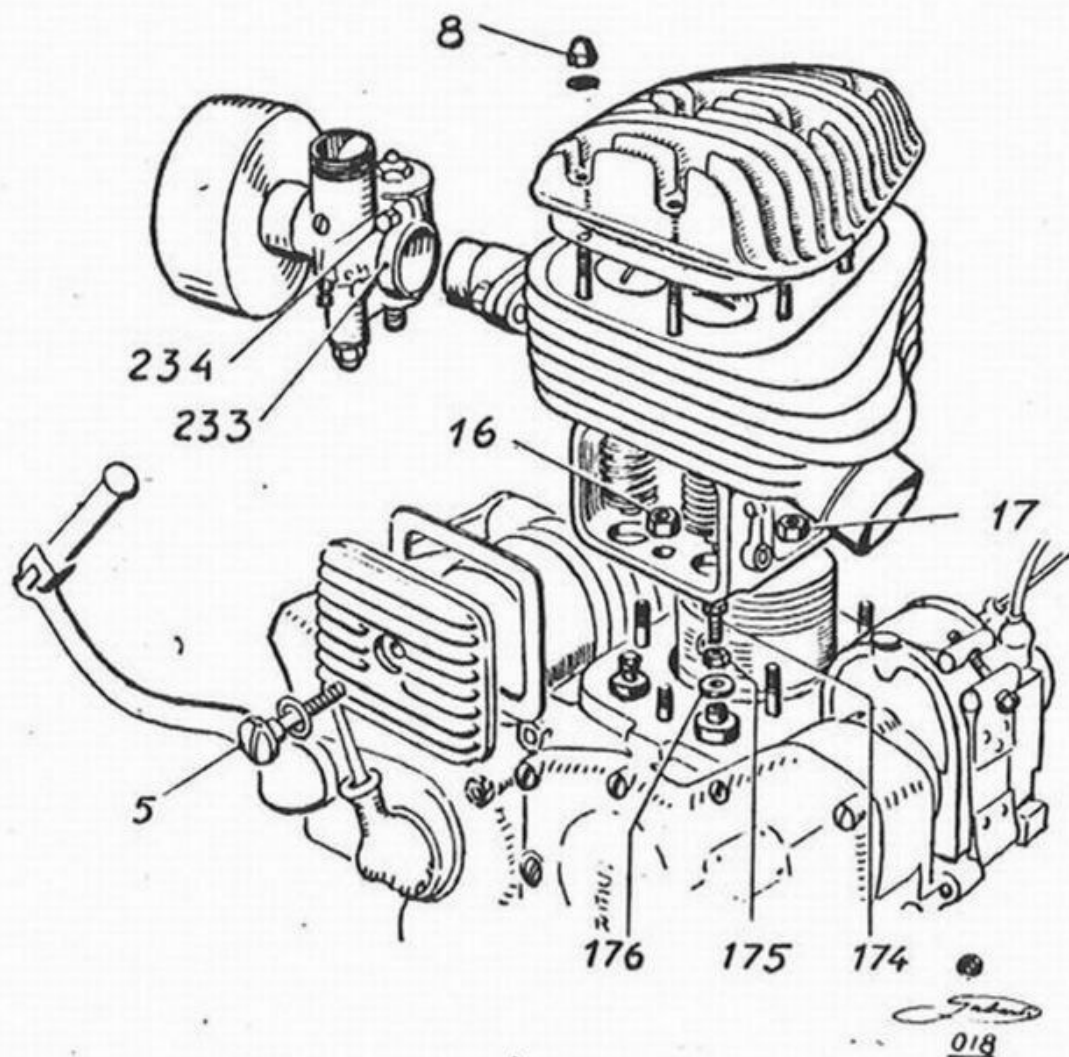

Fig. 4 - Smontaggio del cilindro
4) - Smontaggio del cilindro (fig. 4).